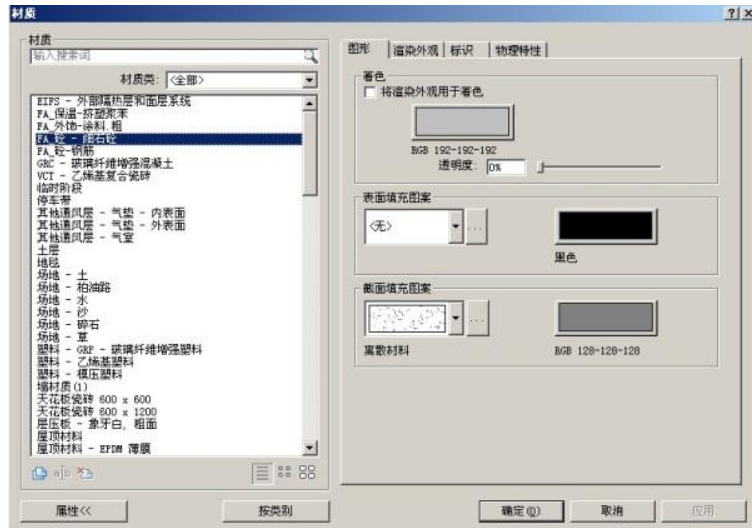

图 6-14
13) 将 1 层“功能”修改为“保温层/空气层”; 单击“材质”列值“按类别”, 打开“材质”对话框, 选择“FA\_砼 - 细石砼”如图 6-14 所示, 单击“确定”; 设置“厚度”值为 50, 勾选包络状态。